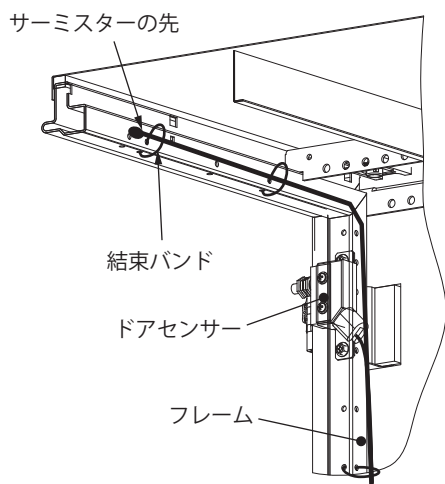

図9
- ② サーミスターの先端部が上部フレーム中央辺りになるようフレーム内側のφ4.6 にラック付属の結束バンドで取り付け固定してください（図9）。